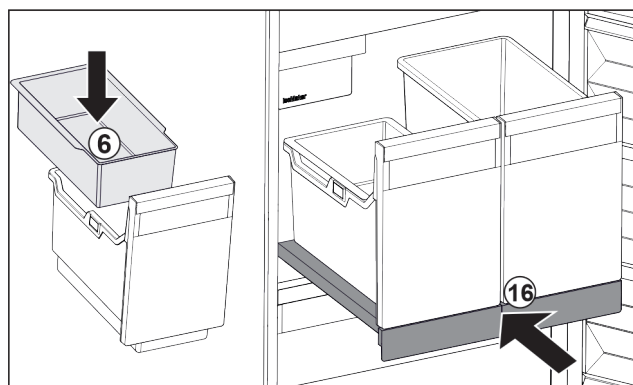

Fig. 25
- ▶ Inhangschaal *Fig. 25 (6)* voor ijsblokjes aanbrengen.
- ▶ Uitschuifplateau met bak (IceTower) er inschuiven. *Fig. 25 (16)*